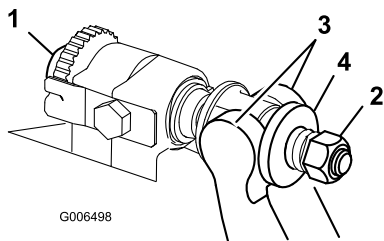

Bild 32
1. Drehen Sie die Einstellschrauben des Untermesserträgers nach links, damit sich der Abstand zwischen Untermesser und Spindel vergrößert (Bild 32).
2. Drehen Sie die Federspannungsmutter so weit hinaus, bis die Scheibe nicht mehr gegen den Untermesserträger angespannt ist (Bild 32).